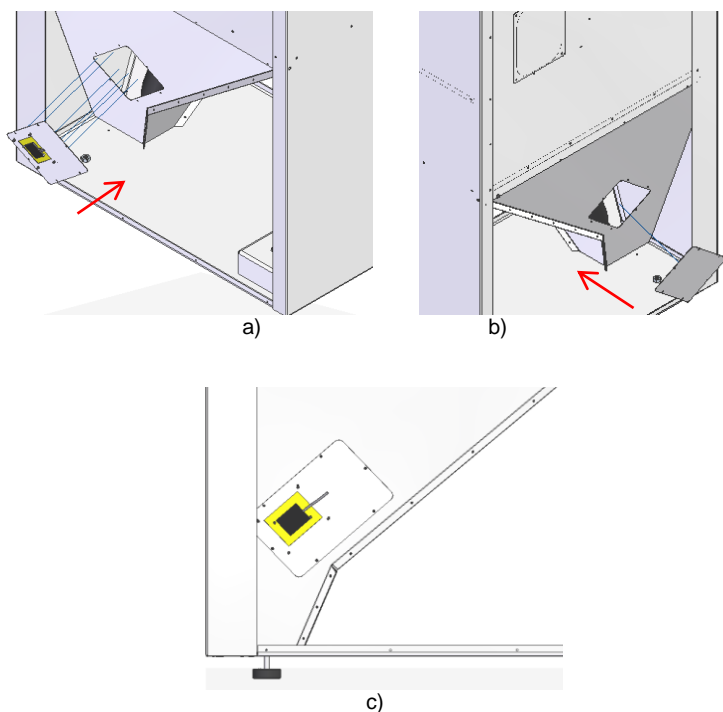

Figura 45 – Colocação do sensor de nível de pellets no silo (instalação do silo à esquerda da caldeira)
- finalmente, poderá montar as duas peças na zona inferior do silo. Colocando a peça com o sensor do lado direito do silo e a peça sem sensor do lado esquerdo. O sensor deverá ser colocado como indicado na Figura 45-c.